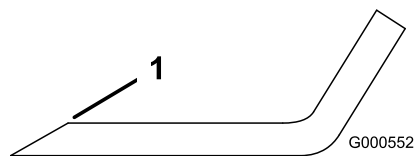

Figura 44
**Nota:** Se la lama non è bilanciata, limate del metallo soltanto dalla costa (Figura 44).